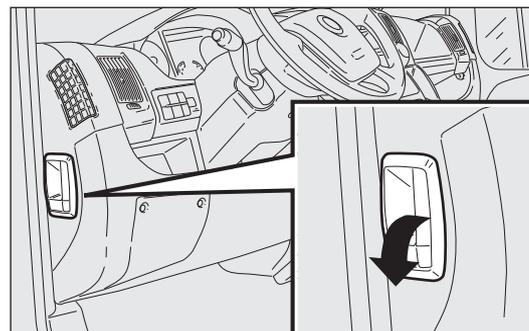

Abb. 120
- den Hebel Abb. 120 in Pfeilrichtung ziehen;